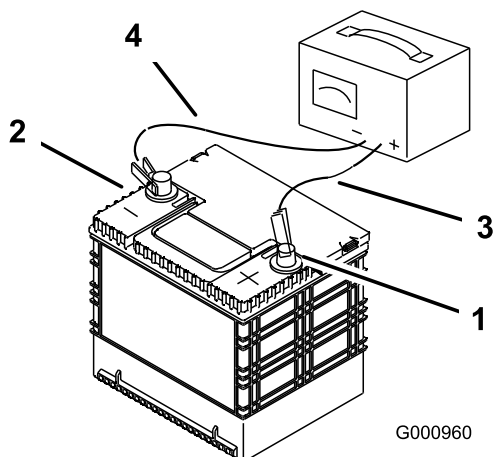

Figura 60
2. Quando la batteria è completamente carica, staccate il caricabatterie dalla presa elettrica e scollegate i cavi di ricarica dai poli della batteria (Figura 60).